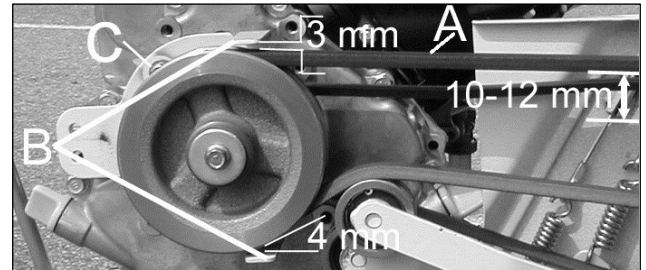

Figure 22
- Poussez la courroie avec un doigt entre les deux arbres (A, Figure 22) la courroie doit fléchir de 10 à 12 mm. Si la courroie ne se déplace pas en conséquence, effectuer réglage à nouveau.
- Quand vous appuyez sur cette courroie avec un doigt (A, Figure 22) la flèche doit être comprise entre 12 et 14 mm (Figure 22). Si tel n'est pas le cas, modifier la tension du câble de commande de la transmission. Reportez-vous au chapitre